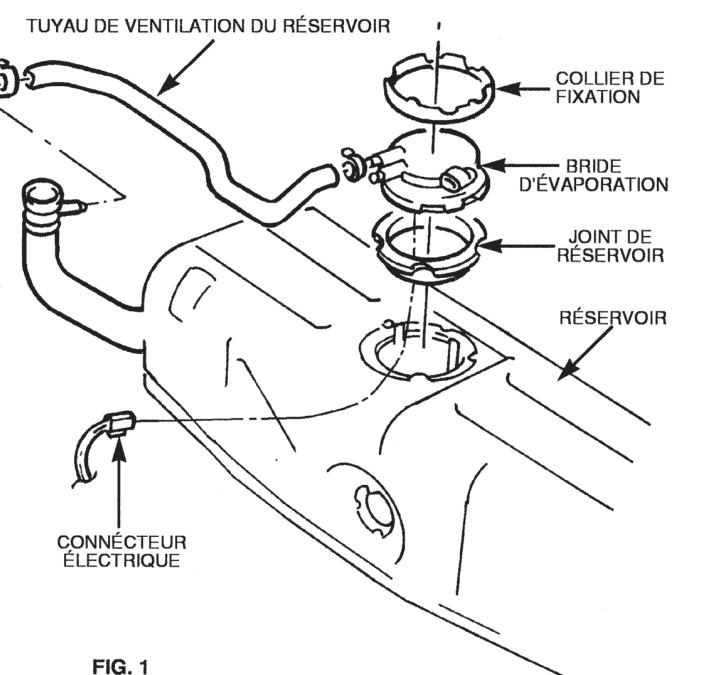

FIG. 1
A) Démontez le collier de fixation de la bride d'évaporation (voir Fig.1)